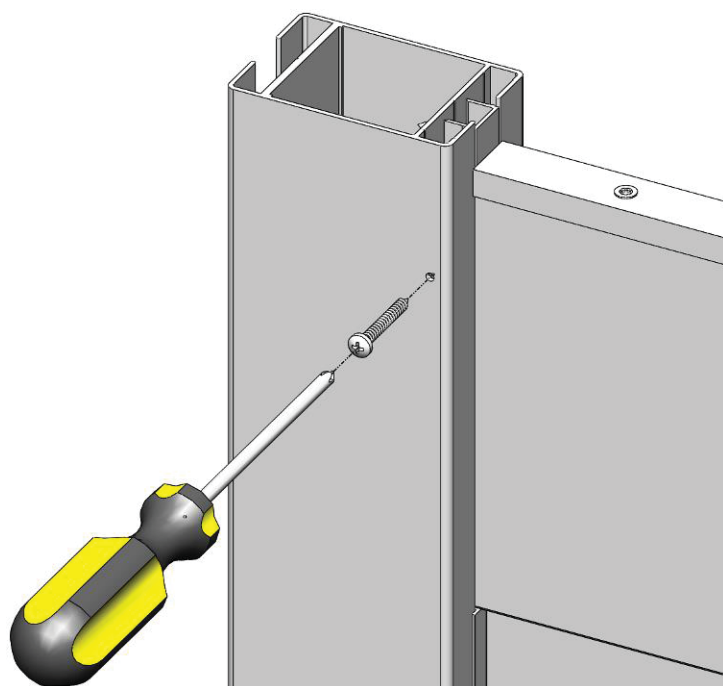

Figure 19
- Visser les x2 vis tête à tête cylindrique bombée de 4.2x32 dans les poteaux (figure 19).